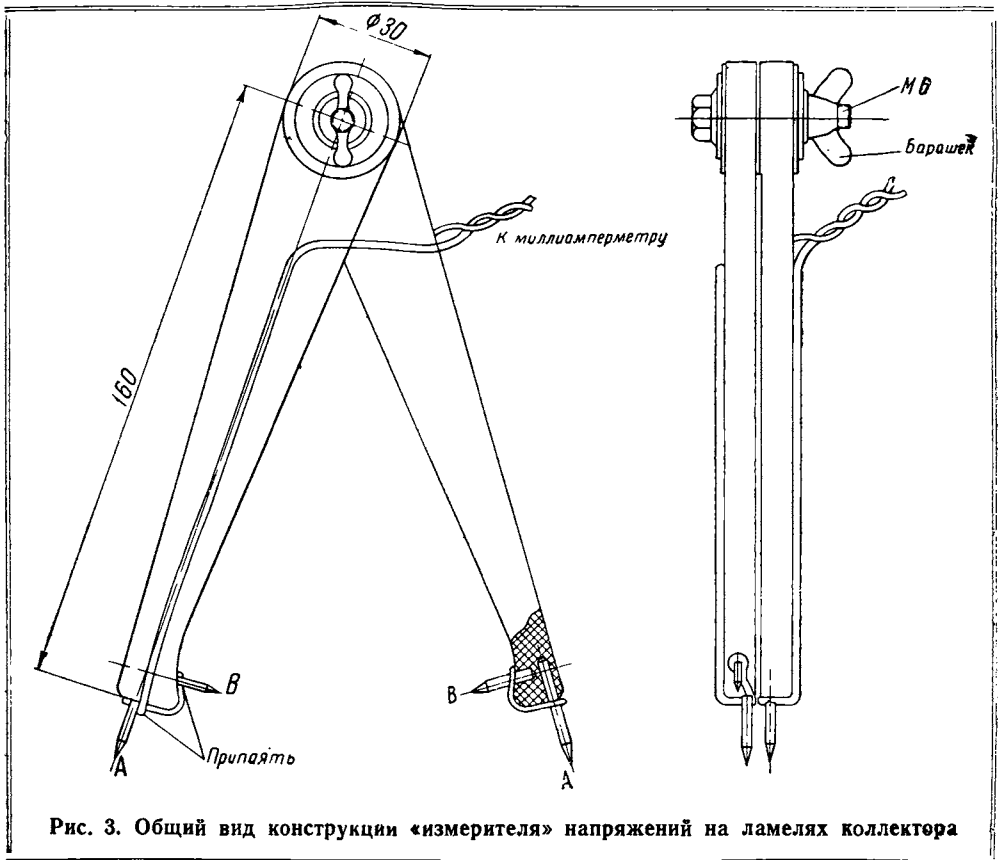

Рис. 3. Общий вид конструкции «измерителя» напряжений на ламелях коллектора
5. Измеритель, с помощью которого милливольтметр подключается к коллекторным ламелям. Ножки измерителя изготавливаются из твердого изоляционного материала — текстолита, гетинакса или твердого дерева толщиной 6—8 мм согласно рис. 3. Острия можно сделать из отрезков толстого медного провода, плотно запрессовав их в отверстия в ножках. Затяжка «барашка» измерителя должна обеспечивать жесткую фиксацию расстояния между остриями. Проводники, припаянные